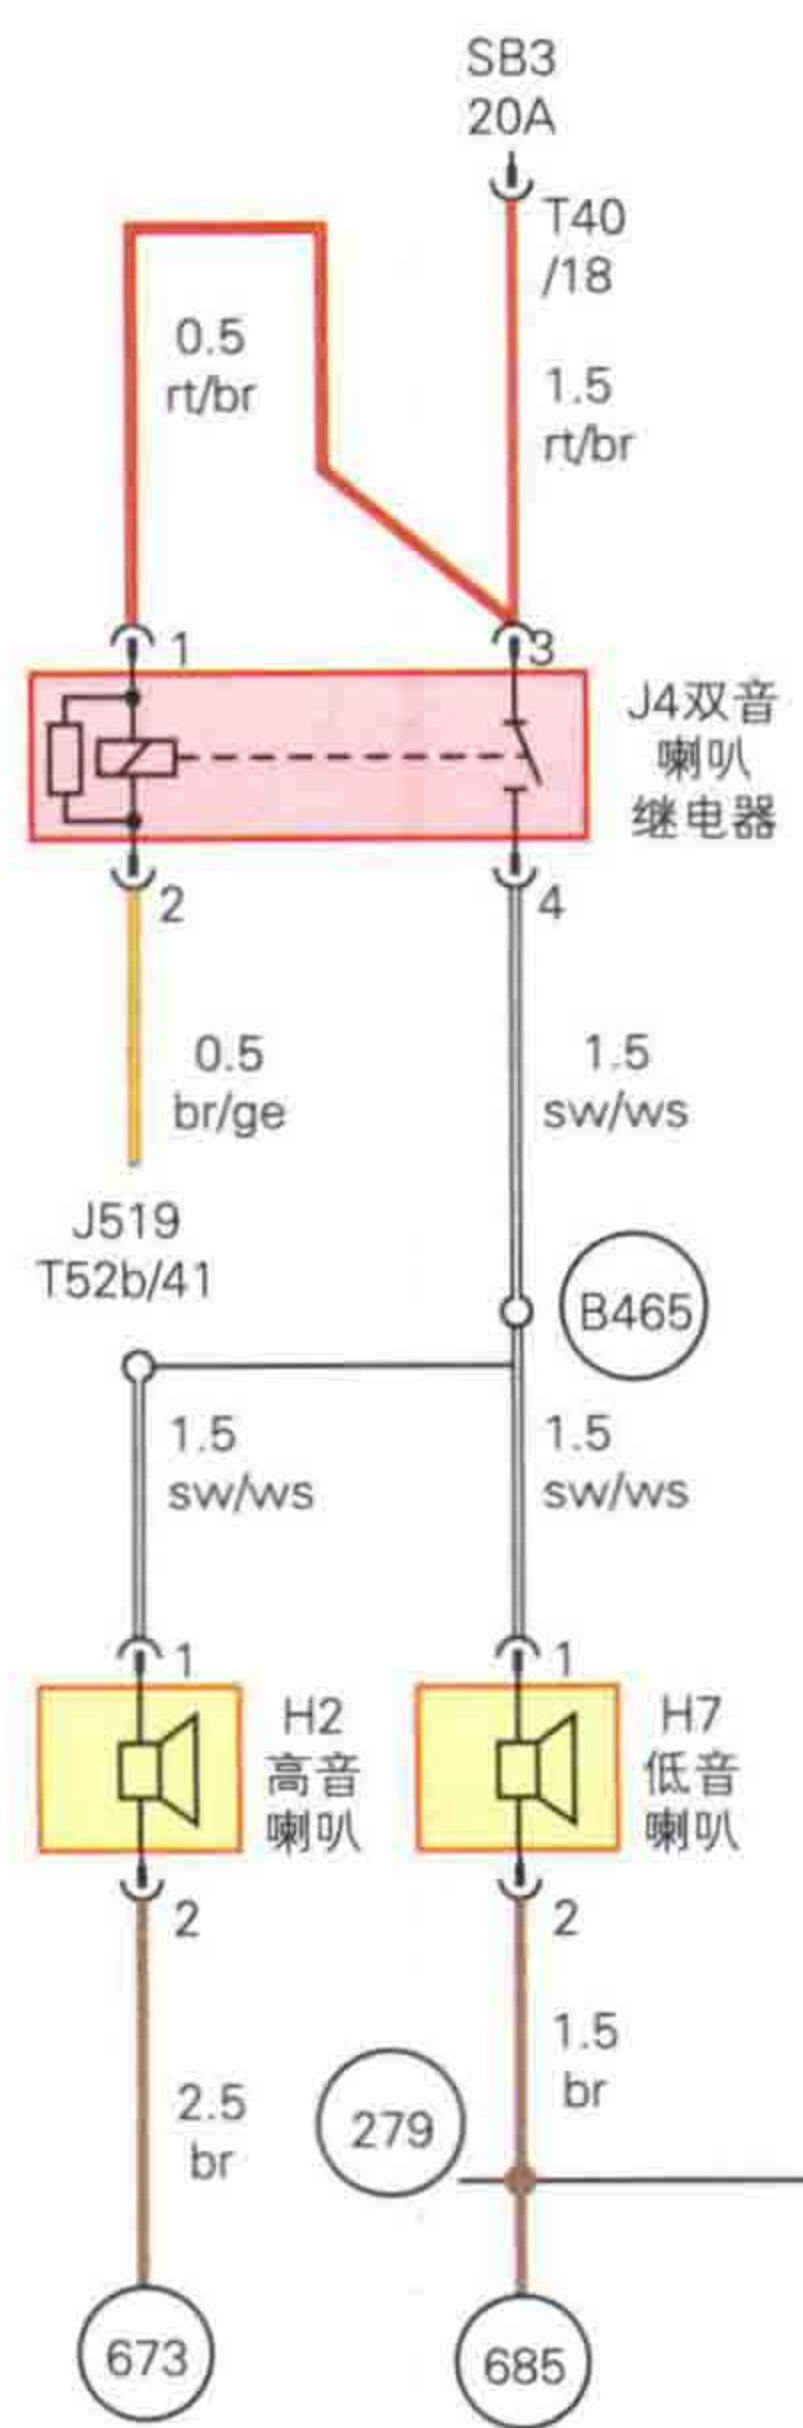

图 1-5 大众CC喇叭电路
(2) 间接控制电路 电路中采用继电器或电子控制模块控制用电器的电路称为间接控制电路。控制部件可以是继电器，也可以是电子控制器。还有一种是电子控制器控制继电器，继电器再控制用电器。图1-5所示为大众CC汽车双音喇叭控制电路图，双音喇叭继电器的2脚是由车载电网控制单元J519 T52b/41端子送出的喇叭开关打开信号，来自熔丝SB3的电流流过继电器线圈，在J519内部接地，继电器吸合，同样来自熔丝SB3的电流流过H2高音喇叭和H7低音喇叭，分别在接地点673和685接地流回蓄电池负极，构成完整回路，使喇叭发出声音。